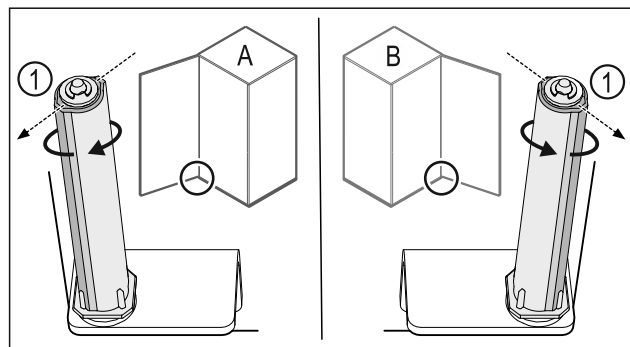

Fig. 41 Okretanje nalijevo (A) / okretanje nadesno (B)
- Okrećite sustav zatvaranja do kraja dok lamela sustava zatvaranja Fig. 41 (1) ne bude usmjerena prema van.